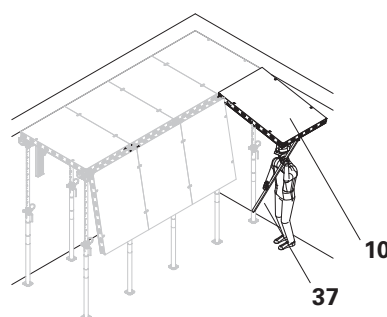
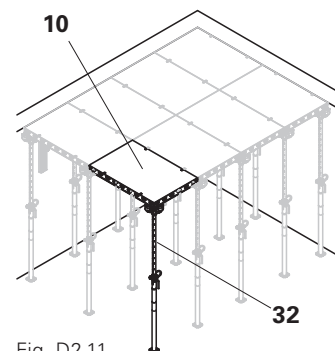

Fig. D2.10
Fig. D2.11
2. Relever le premier panneau DP à l'aide de la barre de montage DUO (37) et le maintenir sur la barre de montage. (Fig. D2.10)
3. De l'intérieur, appliquer de biais l'étau de dalle à tête d'étau DFH (32) contre l'extrémité du panneau et le placer d'aplomb vers l'extérieur. Distance 1,35 m.
5. Placer les autres panneaux DP (10) de la même manière. (Fig. D2.11)